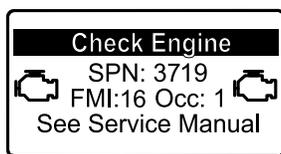

Рисунок 46
- Если необходима регенерация с парковкой, инфо-центр отображает предупреждение по двигателю SPN 3719, FMI 16 (Рисунок 46) и компьютер двигателя снижает его мощность до 85%.